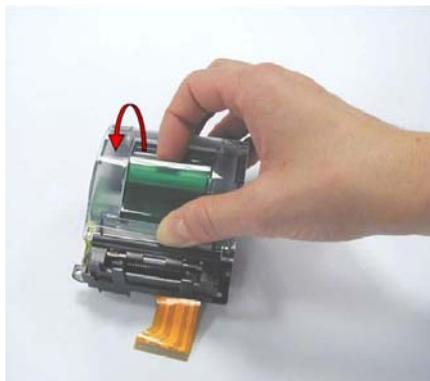

Рисунок 7. Открытие лотка принтера.
7.9.1. Откройте лоток для заправки бумаги — потяните за рычаг-фиксатор по стрелке как указано на Рисунок 7, не прилагая чрезмерных усилий.